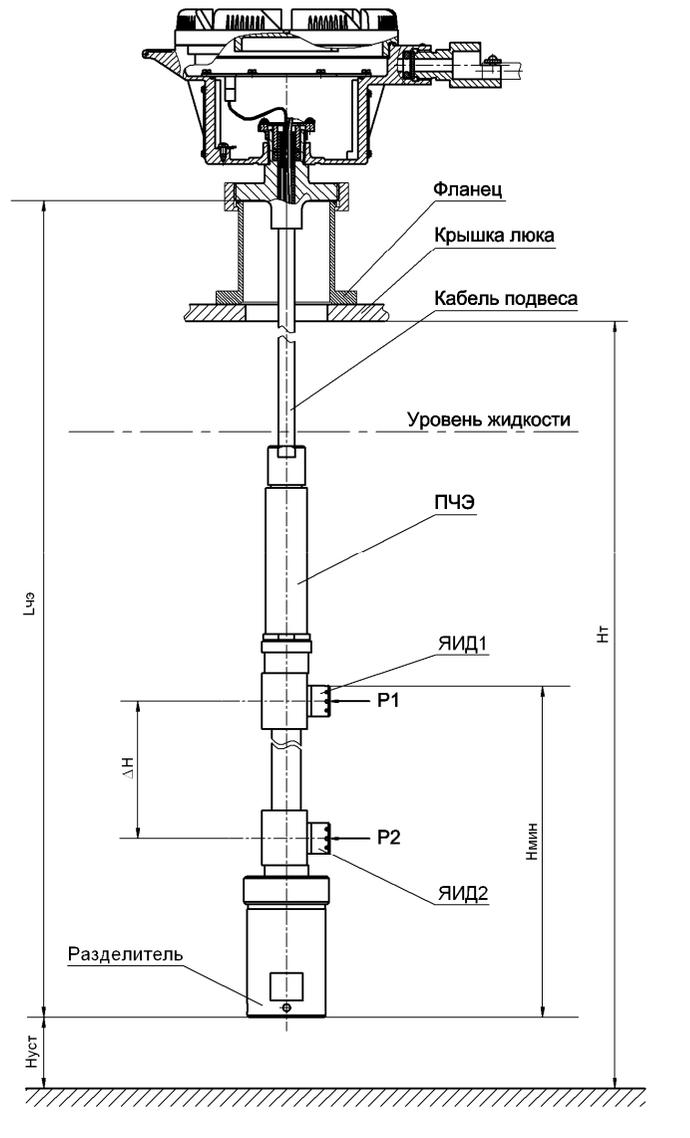

Рисунок 1 – Схема определения длины ЧЭ и высоты установки плотномера
2.1 Длина чувствительного элемента (далее “ЧЭ”) плотномера $L_{чэ}$ (см. рисунок 1) от 1500 до 25000 мм.
Минимальный уровень контролируемой среды относительно нижнего конца плотномера $H_{мин}$ (см. рисунок 1) – 600 мм.
2	t – температура (на уровне верхней ЯИД, см. рисунок 1, 16-разрядный цифровой код)